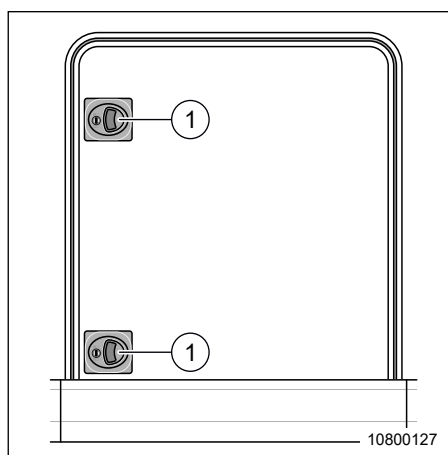

Fig. 37 Porte du garage à scooter (grande)
2. Ouvrir complètement la porte du garage à scooter à l'aide des deux poignées (Fig. 37 pos 1)